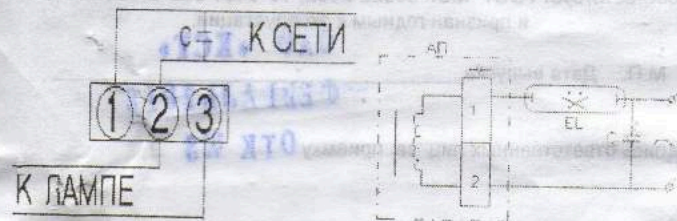

Рис.1
Электрическая схема подключения аппарата к сети и лампе приведена на рис. 1.
- 6.2. Подключить аппарат к сети и лампе согласно схеме, приведенной на рис. 1, при установке независимого ПРА в отдалении от лампы - ИЗУ размещать не далее 1 метра от лампы.